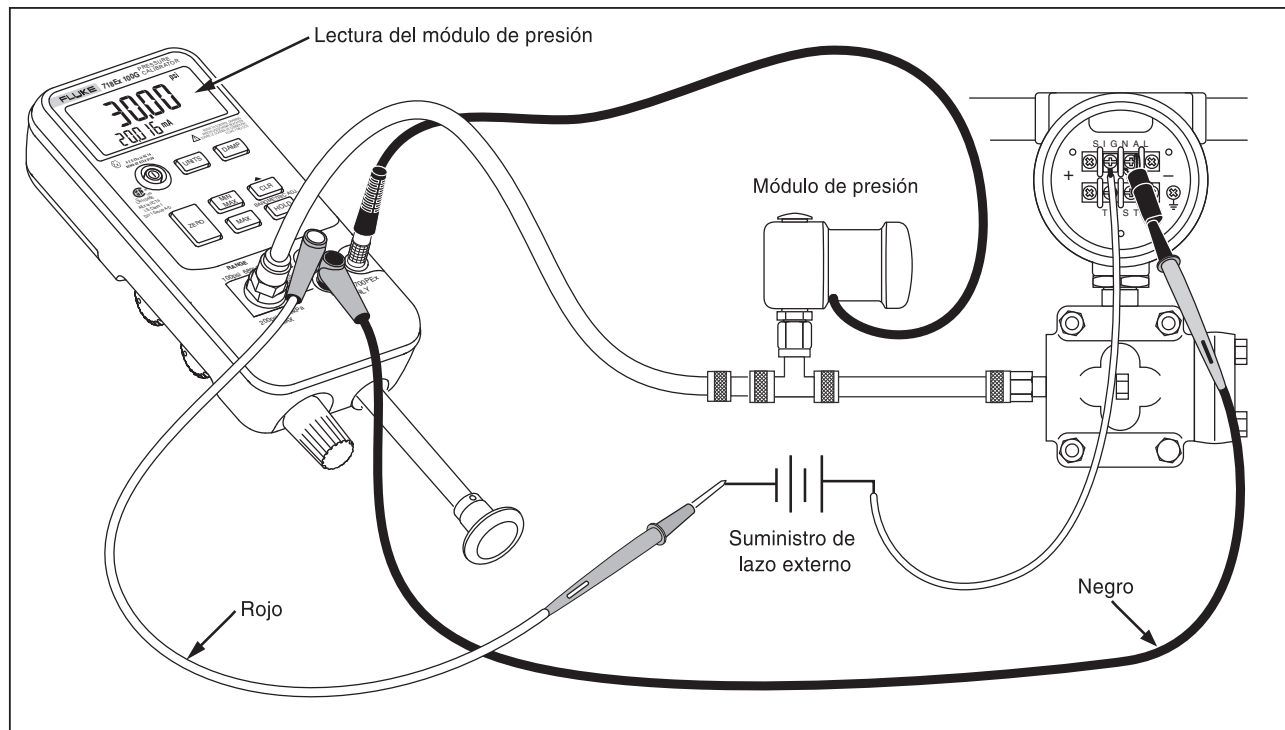

Figura 5. Módulo de presión con bomba interna
La bomba interna también puede utilizarse con ciertos módulos de presión Fluke de la serie 700PEX. En este caso, el calibrador exhibirá en pantalla la presión medida por el módulo de presión. En la Tabla 4, se identifican los módulos de presión adecuados para cada modelo de calibrador. La Figura 5 ilustra la utilización de la bomba interna con un módulo de presión.
2. Conecte el transmisor de presión en comprobación al sensor interno del calibrador tal como se ilustra en la Figura 4 (para mediciones del sensor de presión interno) o en la Figura 5 (para mediciones del módulo de presión).